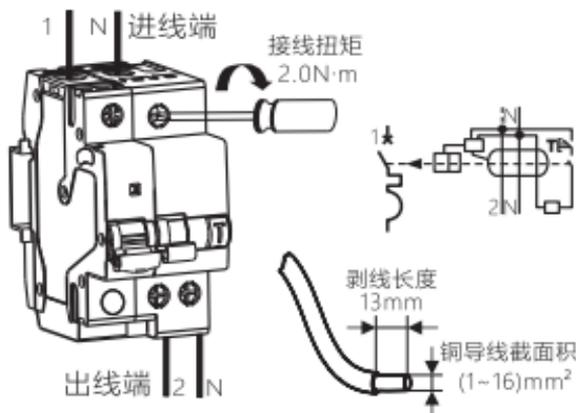

图5 接线示意图
6.4 适用于铜导线连接，导线选择见表1，接线方式及剥线长度示意图如图5